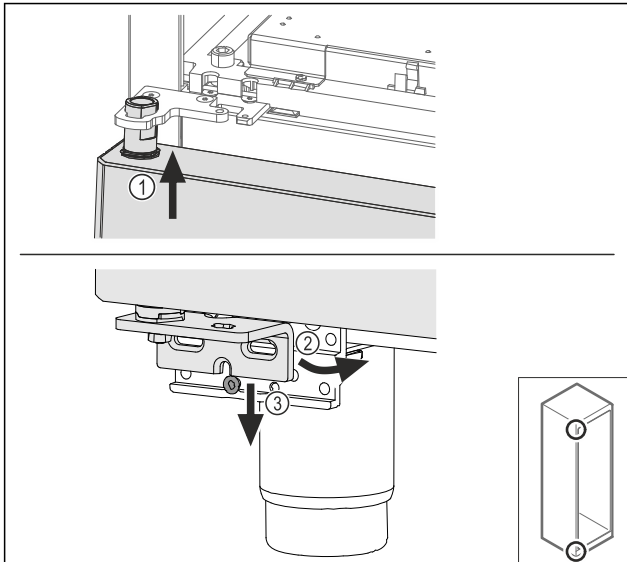

Fig. 64
- Naviňte hore zľahka naklonené dvere Fig. 64 (1), rovno vyrovnajte dvere Fig. 64 (2) a nasadte ich dole na skrutku ložiskovej konzoly Fig. 64 (3).